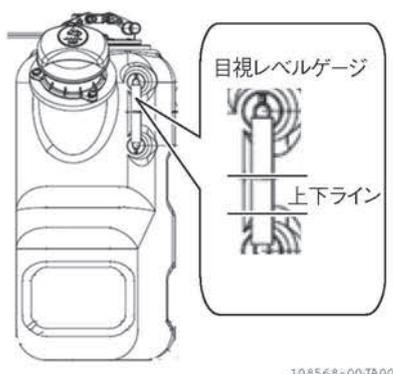

図 4-156
4. 目視レベルゲージを確認しながら、注水口から注意深く尿素水をタンクに注ぎます。(図4-156)